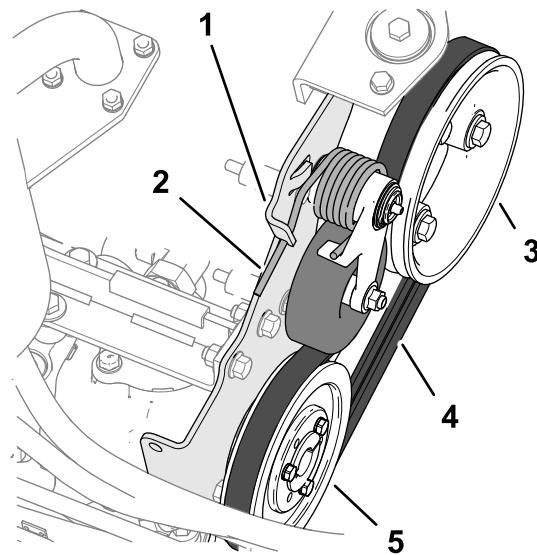

Рисунок 88
- Потяните вниз за конец пружины натяжения ремня и выведите его из выемки в выступе крепления насоса, затем отведите конец пружины вперед (Рисунок 88).